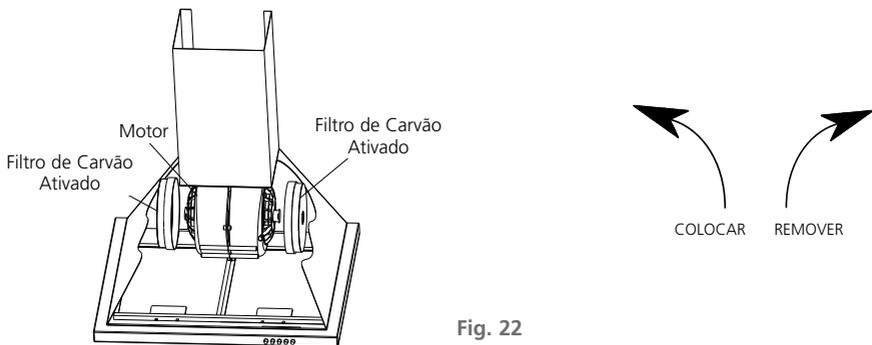

Fig. 22
- Remover o filtro de carvão ativado: girar os filtros no sentido anti-horário [fig. 22].